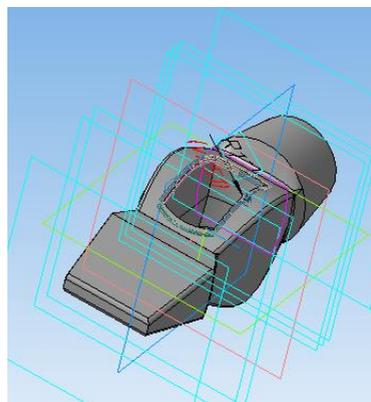

Рис. 55.
17. Выберите команду *Скругление*. Укажите с двух сторон ребра отверстия под ручку. Задайте величину радиуса 1 мм (рис. 55).